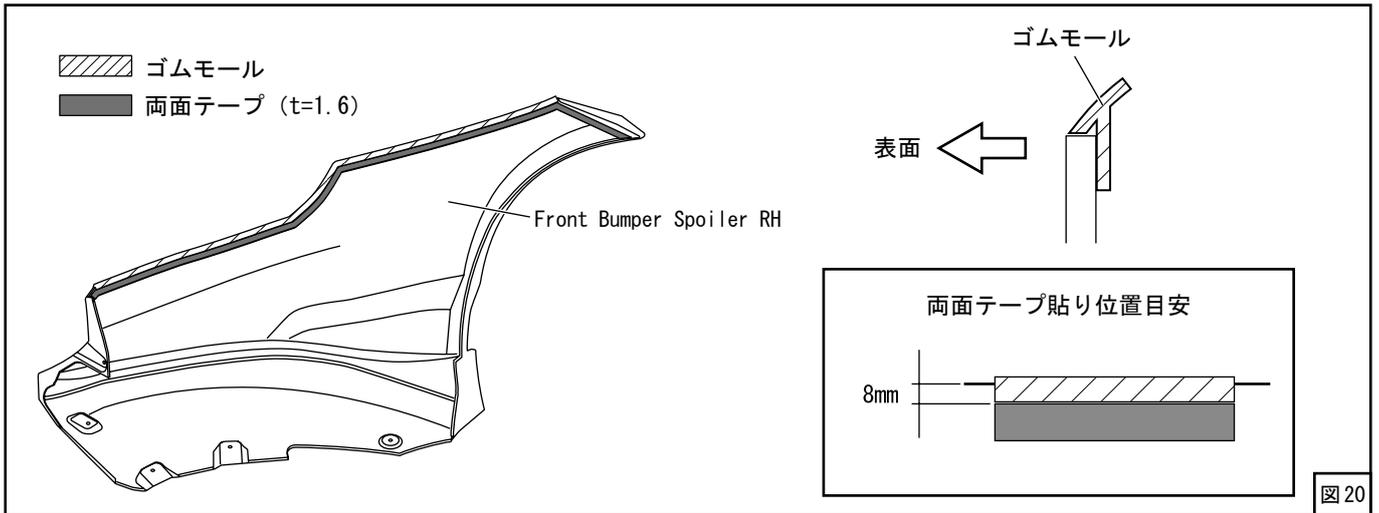

図 20
(10) 貼付け箇所を脱脂して [Front Bumper Spoiler RH] 裏面にゴムモールと両面テープを貼付けてください。(図 20) それぞれ図 20 を参照してカットして使用してください。